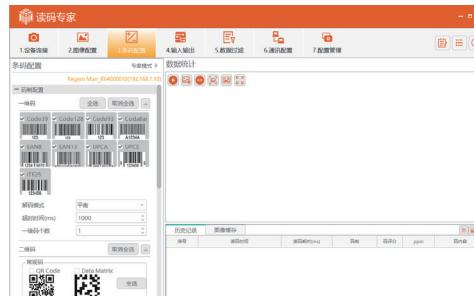

图 4-4
1、在顶部菜单栏的条码配置中更改检测的码制个数，如图 4-4 所示。